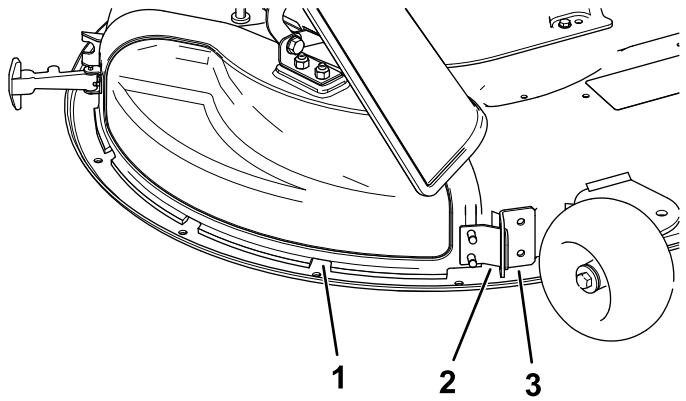

Figura 13
5. Oriente a patilha de metal na cobertura de descarga para fora da ranhura no suporte soldado à plataforma do cortador (Figura 13).